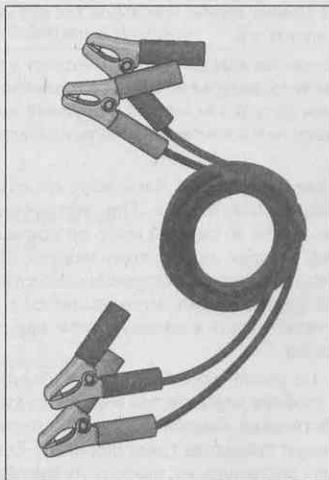

Рис. 2.21. Прикуриватель используется для запуска двигателя
- ✓ **Прикуриватель.** Очень часто для пуска двигателя не хватает электрического тока. Так происходит либо из-за старой аккумуляторной батареи, либо из-за не выключенных вовремя фар. Если вы попали в подобную ситуацию, либо ждите помощи от ближайшего автосервиса, либо, если вы в безопасном, густо населенном районе, попробуйте остановить проезжающую машину, достать **прикуриватель** (рис. 2.21), быстро его подключить и завестись от машины вашего спасителя. Большинство людей добровольно подвергают машину такой операции, так как они не теряют ничего, кроме пары минут времени, но вы сами должны решить, подвер-